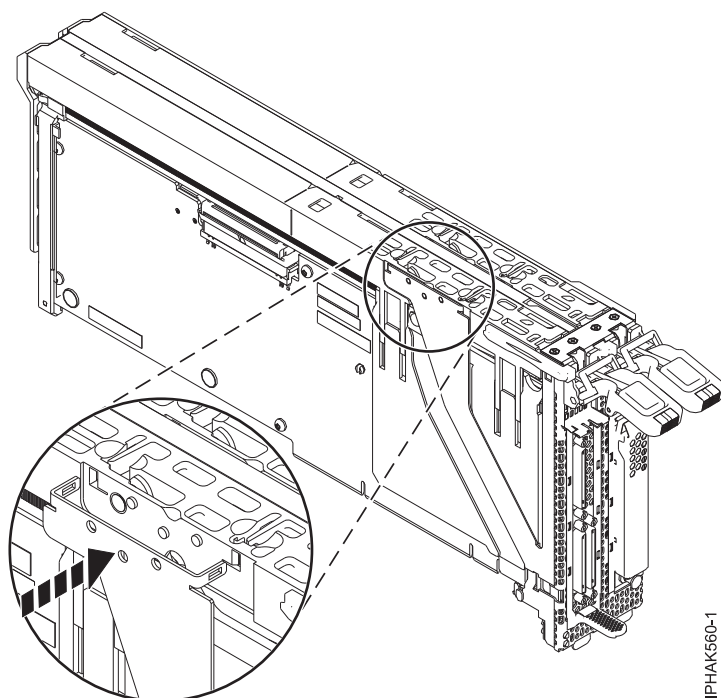

図 61. フェース・プレートの取り付け
8. フェース・プレート・アセンブリーの外側のアームを押して所定の場所にセットします。 図 61を参照してください。